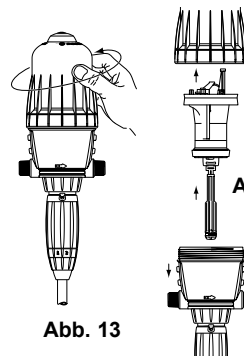
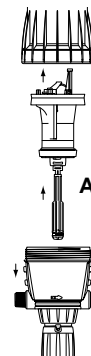

Abb. 13
Abb. 14
- Die Glocke von Hand losschrauben und abnehmen (Abb. 13). Den kompletten Motorkolben durch Ziehen nach oben entfernen (Abb. 14).